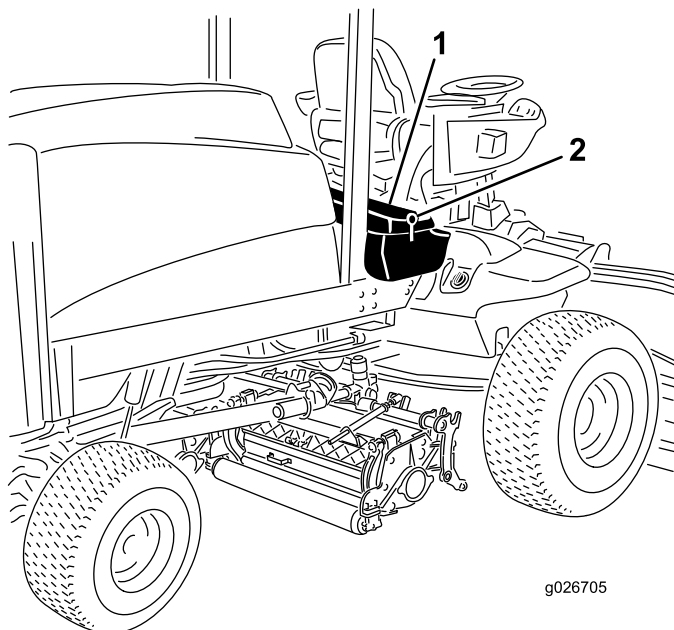

Figura 56
1. Sbloccate e sollevate il pannello comandi dell'operatore (Figura 56).